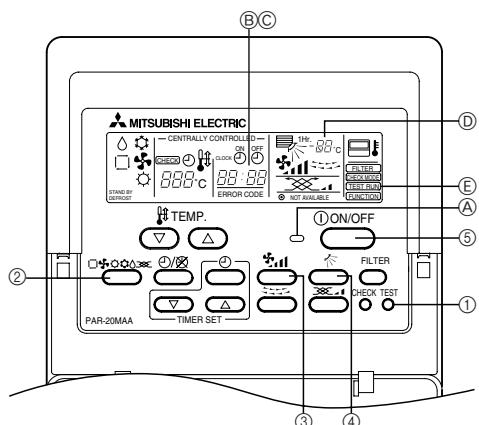

Fig. 6-1
6. Proefdraaien (Fig. 6-1)
| 6. Prueba de funcionamiento (Fig. 6-1) | | |